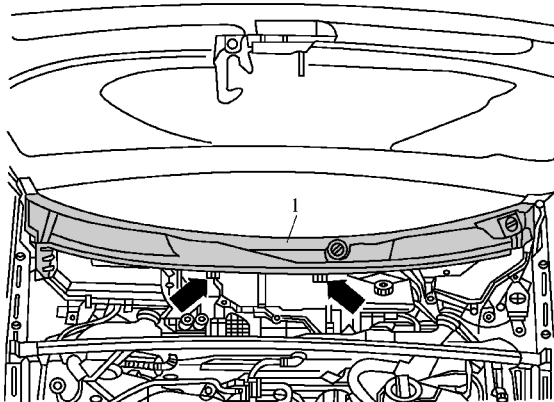

图 1-5-71 拧出风窗框板上的螺栓
(7) 将左侧和右侧的螺栓(见图 1-5-71 箭头)从风窗框板 1 上拧出。